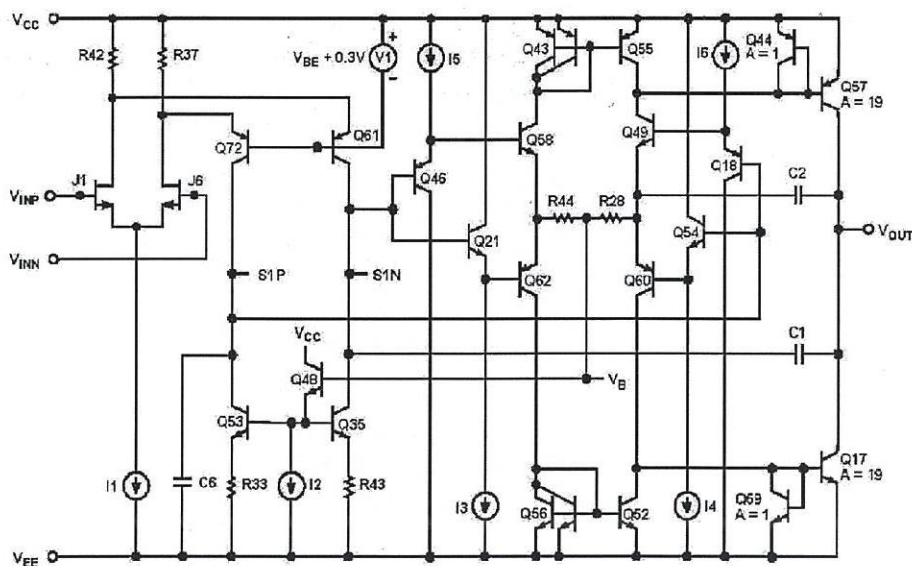

図35. 簡略回路図
AD823は、600 MHz～800 MHzの領域で同じ $f_T$ をもつpnpおよびnpnトランジスタの構成を可能にする、アナログ・デバイセズ社独自のコンプリメンタリ・パイポーラ (CB) プロセスで製造されています。また、AD823の入力段に使用されるNチャネルJFET機能も備えています。これらのプロセス機能は、pA単位入力電流の高周波かつ低歪みのオペアンプの構成を可能にします。この設計は、差動出力の入力段により、帯域幅および余裕度を最大にします (図35参照)。S1P、S1N出力で要求される信号振幅をより小さくして、接合容量による非リニア電流の影響を低減し、歪み性能を改善しています。この設計では、5 V単電源で $V_{OUT} = 4\text{ V}_{p-p}$ 、20 kHz時に600  $\Omega$  に対し-91 dBよりよい高調波歪みを達成しています。出力段のコンプリメンタリ・コモン・エミッタ接地設計は、エミッタ・フォロワを必要としないで最良の負荷駆動を行なうので従来のオペアンプよりも出力範囲が大幅に改善されました。AD823は電源電圧の0.6 V以内で20 mAを駆動することができます。AD823は、また高速オペアンプで抜群の高精度を保ちます。アナログ・デバイセズ社の薄膜調整技術に